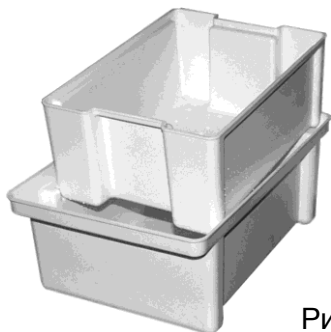

Рис. 21
- 8 Выключите ультразвуковой генератор, снимите УЗ-излучатель с емкости-контейнера и установите поддон с инструментами в выемки в верхней части корпуса для стекания раствора (Рис. 21).